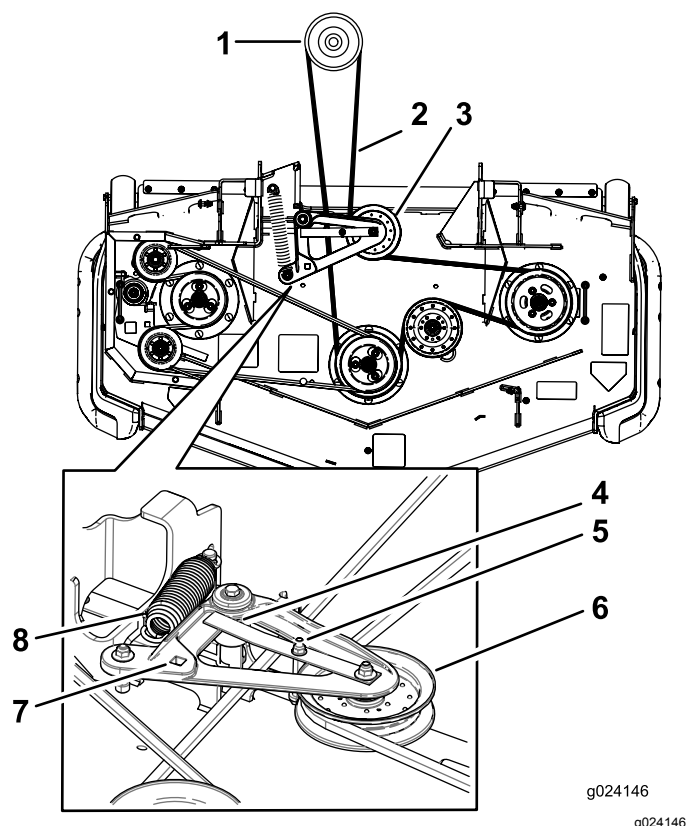

Figura 97
5. Sollevate la bacinella e inserite il cricchetto nel foro quadrato del tendicinghia del piatto di taglio (Figura 97).
6. Ruotate il tendicinghia del piatto di carico in senso orario e togliete la cinghia del tosaerba (Figura 97).
7. Rimuovete e conservate la bulloneria su ambo i lati del piatto di taglio come mostrato in (Figura 97).